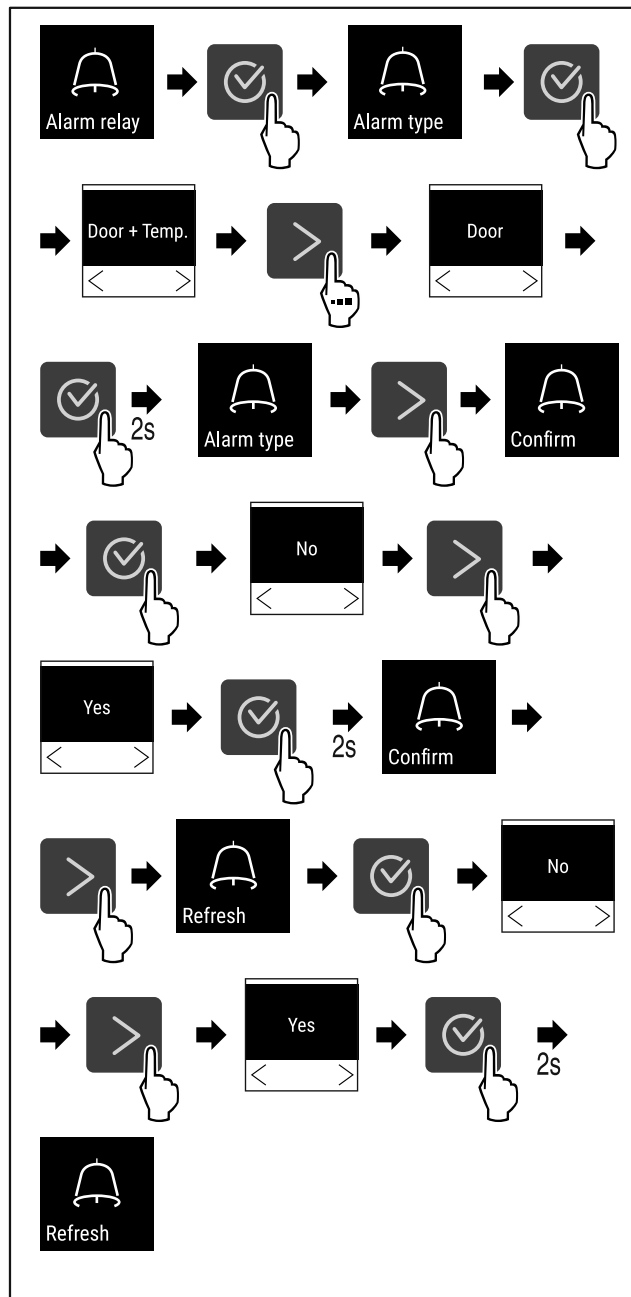

Fig. 125
- ▶ Eseguire i passi (vedere Fig. 125).